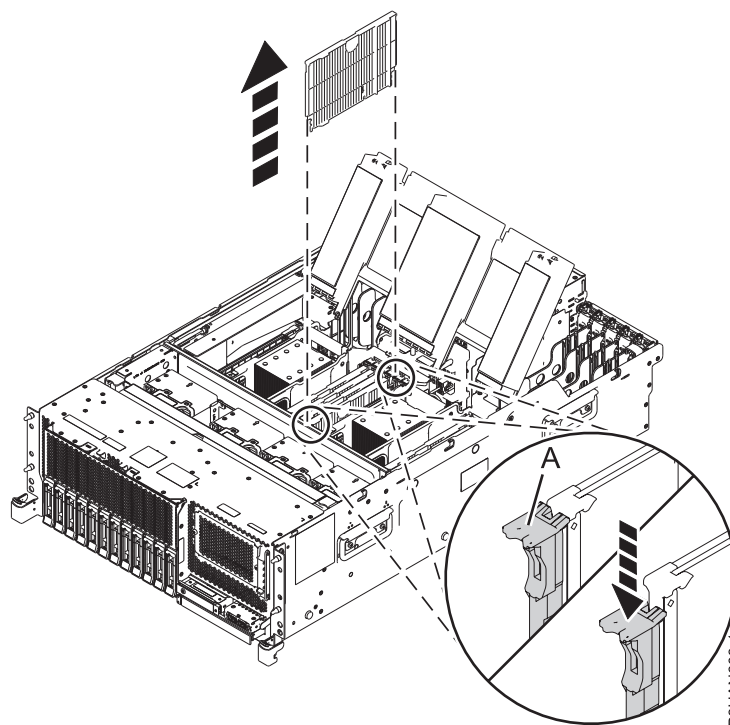

Figura 2. Remover o enchimento de um módulo de memória da ranhura do módulo de memória num sistema 8247-42L, 8286-41A ou 8286-42A
- a. Para desbloquear o enchimento do módulo de memória do conector na ranhura, empurre as patilhas de bloqueio (**A**) na direcção apresentada em Figura 2. A acção de alavanca das patilhas força o enchimento do módulo de memória a sair para fora do conector.